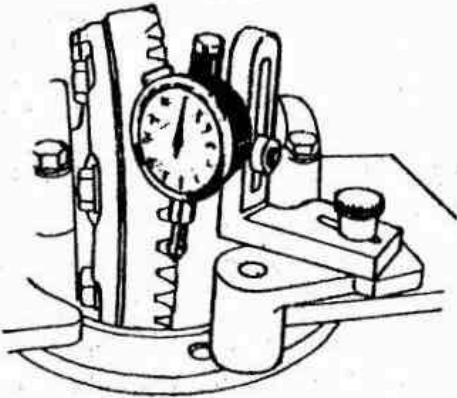

Fig. E-89 Comprobación del juego entre dientes
3.5.6. Para comprobar el juego entre dientes de la corona y el piñón de ataque, se instalará un comparador esférico (Fig. E-89).
3.5.7. Inmovilizado el piñón con una mano y apoyado el palpador del comparador sobre un diente (Fig. E-89) de la corona, mover la corona, para que el comparador dé la lectura de la holgura entre los dientes del piñón y la corona, que debe estar comprendida entre 0,15 y 0,30 mm.